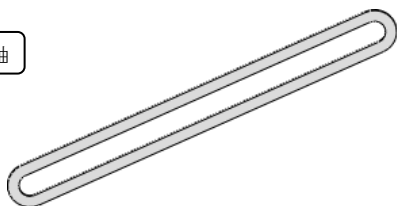

图 6-73 素材文件
- 01 打开素材库中的“第 6 章/6-7 弯曲.sldprt”文件，如图 6-73 所示。